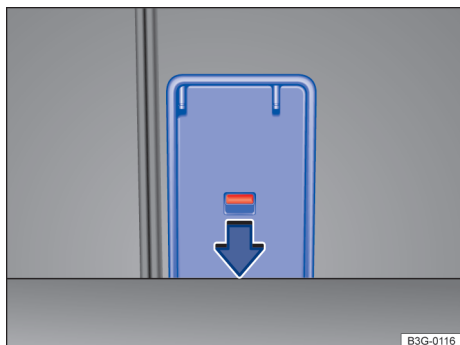

Fig. 203 No compartimento de bagagem: abrir o dispositivo para transporte de objetos longos.
- **OU:** abrir o dispositivo para transporte de objetos longos pela compartimento de bagagem: pressionar para baixo a alavanca de destravamento no sentido da seta → Fig. 203 e pressionar a tampa para frente.